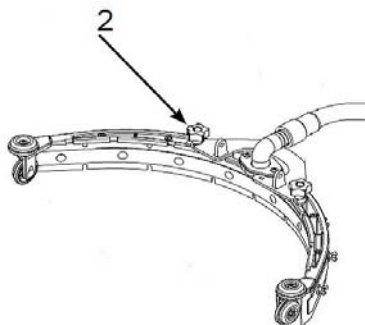

Abb. 13: Befestigen der Saugleiste
Schritt 4: Befestigen Sie die Saugleiste indem Sie die beiden Schrauben (Pos.2,Abb.13) festziehen.